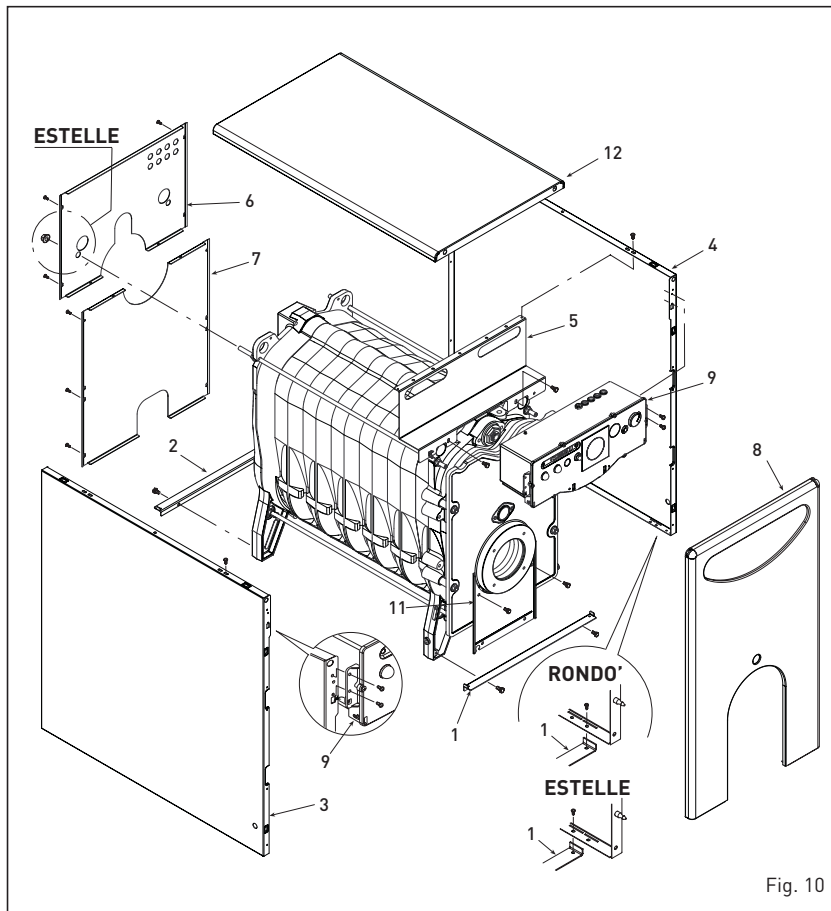

Fig. 10
3.3.3 Desmontagem da envolvente (fig. 10)
Para proceder à desmontagem da envolvente executar as seguintes operações (fig. 10):